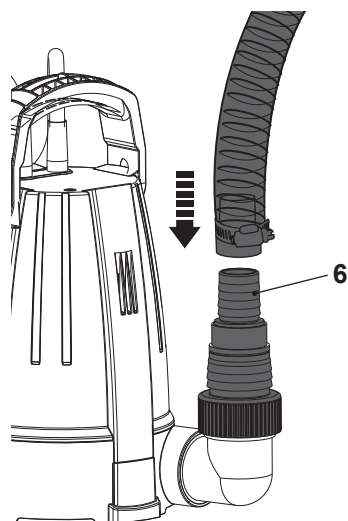

Fig. 3
3. Conecte una tubería / manguera apropiada al conector de la manguera (6) y fíjela con un dispositivo de fijación apropiado, por ejemplo, una abrazadera para manguera (Fig. 3).